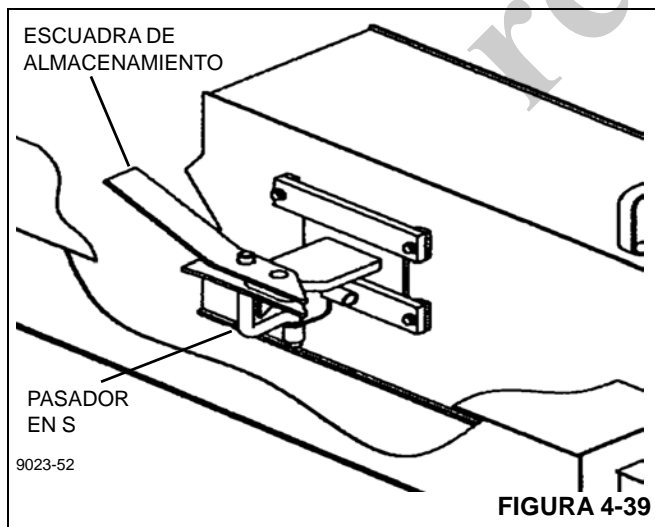

FIGURA 4-39
Es extremadamente importante para la seguridad del operador de la grúa y para todos los que trabajen alrededor de la grúa que la extensión del plumín de la pluma se asegure debidamente a la escuadra de almacenamiento del plumín (Figura 4-39) y a la punta de la pluma principal.
5. Con el plumín fijado con pasador a la cabeza de la polea, gire el plumín paralelo a la pluma y asegúrelo a la escuadra de almacenamiento del plumín (Figura 4-39).